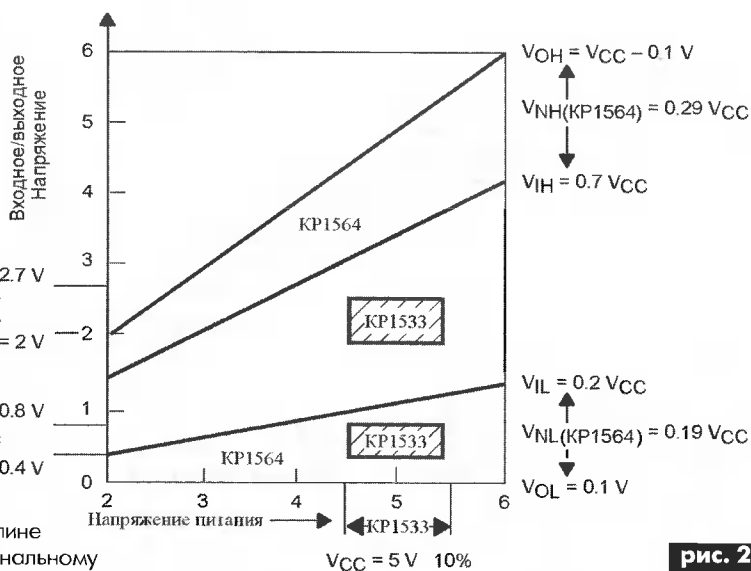

рис. 2
**Второе преимущество** КМОП-микросхем серии KP1564 заключается в высокой помехоустойчивости, значительно превышающей соответствующее типовое значение для элементов микросхем серии KP1533. Известно, что **главным критерием помехоустойчивости** является значение порогового напряжения переключения логических элементов. За пороговое напряжение переключения инвертирующего логического элемента принимается такое входное значение, при котором на выходе элемента устанавливается напряжение, равное входному. Для микросхем структуры ТТЛШ (серии KP1533) это значение составляет примерно 1,52 В при типовом значении напряжения питания 5 В [2]. Применение таких микросхем в устройствах передачи и приема данных по длинным несогласованным линиям не позволяет получить приемлемой помехоустойчивости даже при работе на линии небольшой длины (более 5 м). Дело в том, что многократные отражения сигнала, амплитуда которых даже незначительно превышает значение порогового напряжения переключения логических элементов (1,52 В), приводят к многократному переключению выходных регистров, а значит, и к ошибкам передачи данных, что в случае светодинамической системы, как отмечалось выше, означает нарушение эстетического эффекта. Передаточные характеристики микросхем серий KP1533 (ТТЛШ) и KP1564 (КМОП) показаны на **рис.2** [2]. Разница пороговых напряжений для КМОП-микросхем (KP1564) значительно больше, чем микросхем структуры ТТЛШ (KP1533), причем эта разница становится еще более существенной с увеличением напряжения источника питания, чего нельзя сказать о последних.